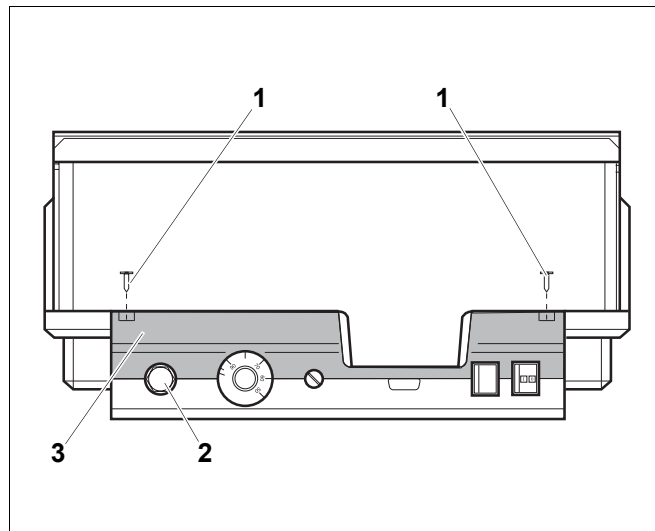

Bild 1 Manöverpanel Logamatic 4...
- För inställningen av de föreskrivna temperaturerna måste säkerhetstemperaturbegränsaren (STB) (Bild 1, **Pos. 2**) tas ut ur kåpan.
- För att ta ur säkerhetstemperaturbegränsaren måste de båda skruvarna (Bild 1, **Pos. 1**) skruvas ur.
- Ta bort locket (Bild 1, **Pos. 3**).
- Skruva av skyddskåpan (Bild 1, **Pos. 2**).